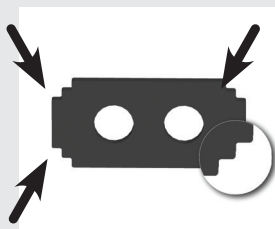

Fig. 12
Os martelos móveis dos trituradores possuem 4 faces dentadas utilizáveis [Fig. 12]. Troque a posição de uso sempre que notar desgaste, e substitua os martelos quando as 4 faces estiverem desgastadas. Para inverter o lado de uso, retire os contrapinos dos eixos (1) e saque os eixos